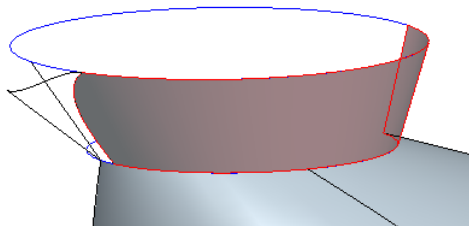

图 5-86 修剪后的曲面
- 在操控板中单击“确定”按钮，修剪后的曲面如图 5-86 所示。